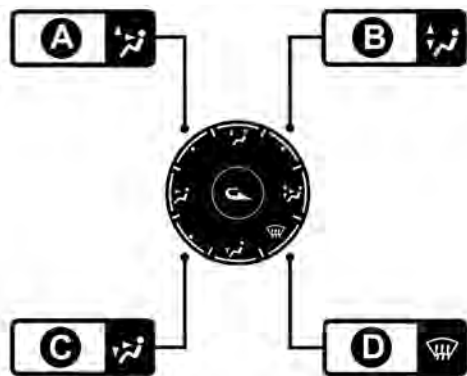

fig. 38a
- ruota la manopola E su  con possibilità di passaggio alla posizione  (B-fig. 38a) nel caso in cui non noti accenni di appannamento;